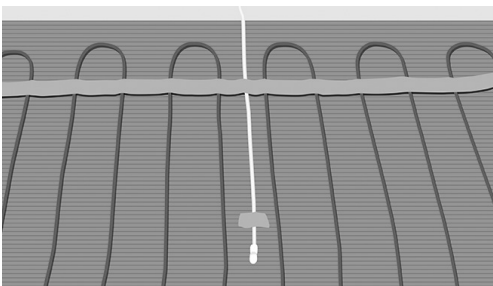

Fig. 13. Placer tomrør/gulvøler mellem 2 kabelsløjfer
11. Montér et tomrør til gulvøleren. Sørg for tomrørets ende er placeret på samme niveau som varmekablet og mellem to sløjfer ca. 50 cm fra væggen. Forsegil enden af tomrøret. (fig. 13).